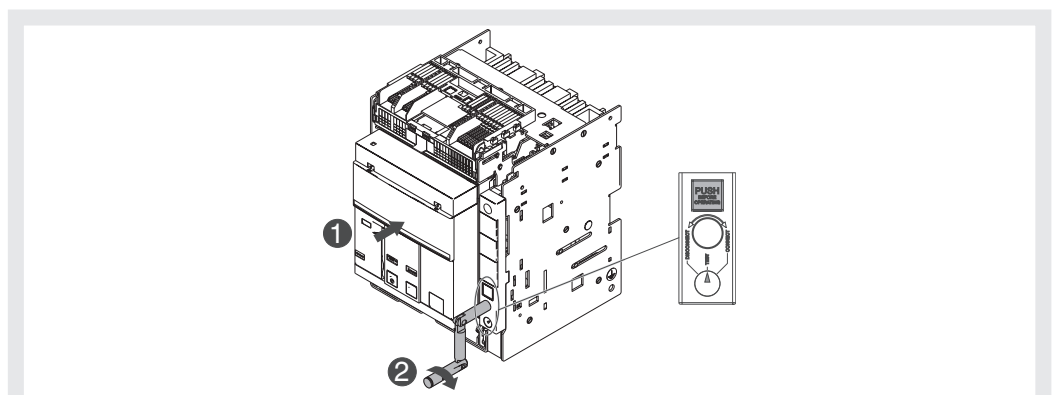

Figura 35
6. Tenere premuto l'interruttore. Ruotare la manovella in senso orario sino a quando il pulsante fuoriesce ed il segnalatore indica che l'interruttore è in posizione **TEST**. Vedi Figura 35.